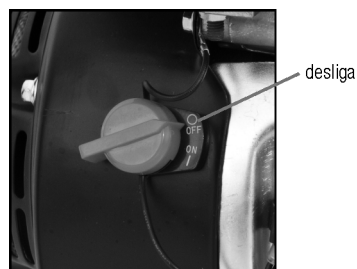

Fig. 25 – Desligando a motobomba
- b. Desligue a chave geral da motobomba (fig. 25).